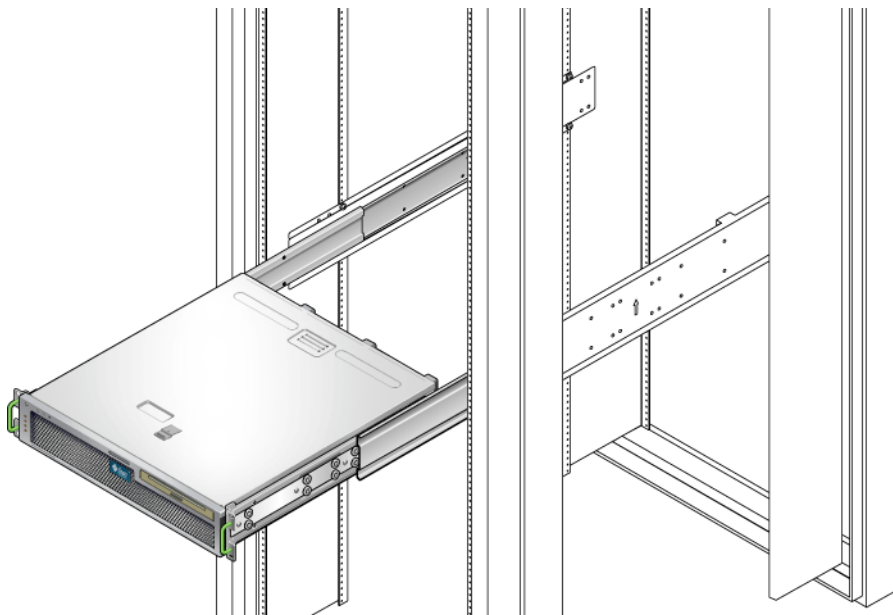

图 3-12 将服务器滑入机架中
14. 向内按滑轨按钮，将服务器完全滑入机架中（图 3-12）。